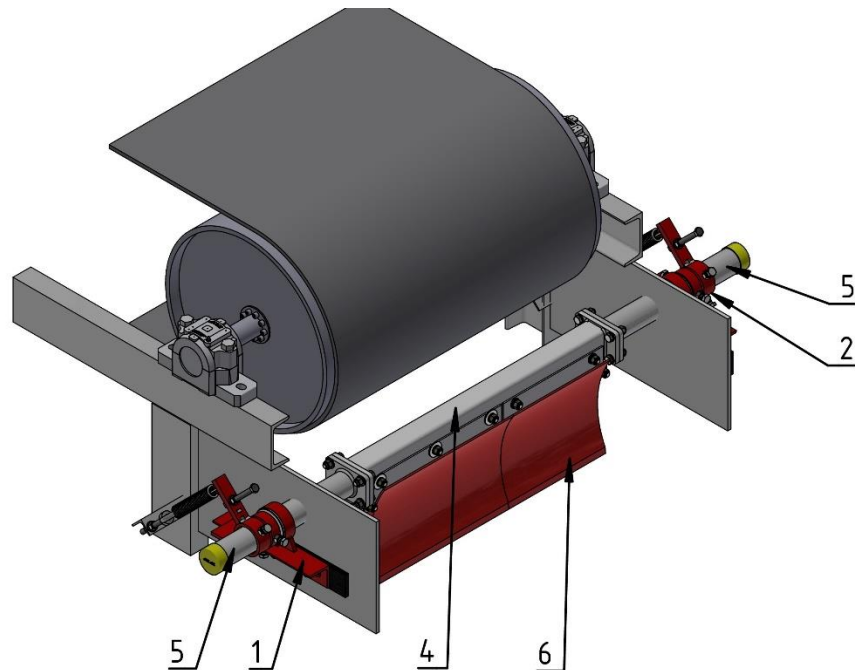

Bild 5
8. In dieser Phase kann sich noch das System -Tragrohr **Pos. 4** und **5** in den Aufnahmen **Pos. 2** der Montagekonsolen bewegen und auch um die eigene Achse drehen. Die PUR-Segmente **Pos. 6** hängen jetzt nach unten (**Bild 5**).